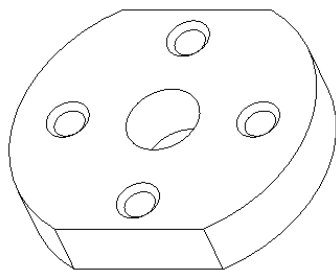

图 9-33 修改解析曲面结果
⑥ 在“修改解析曲面”选项卡中单击“完成”按钮，修改结果如图 9-33 所示。